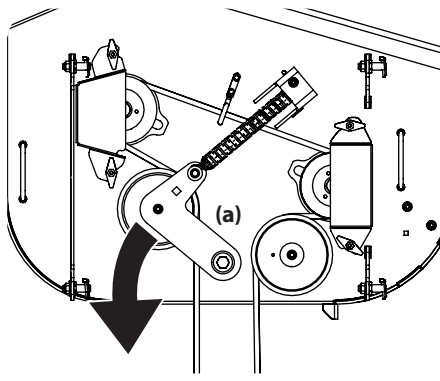
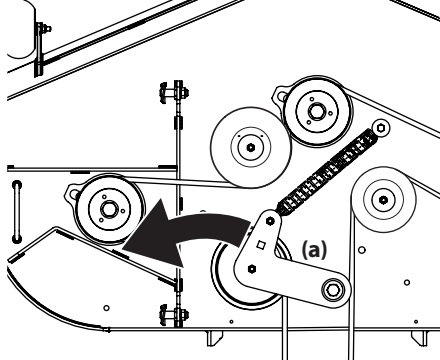

Figura 16
Figura 17
3. Con una llave de 1/2" en el soporte de polea loca (a), gire la llave hacia la izquierda y deslice la correa fuera de la polea de potencia de arranque (PTO). Consulte la Figura 16 para plataformas de 36" y la Figura 17 para plataformas de 48" y 54".